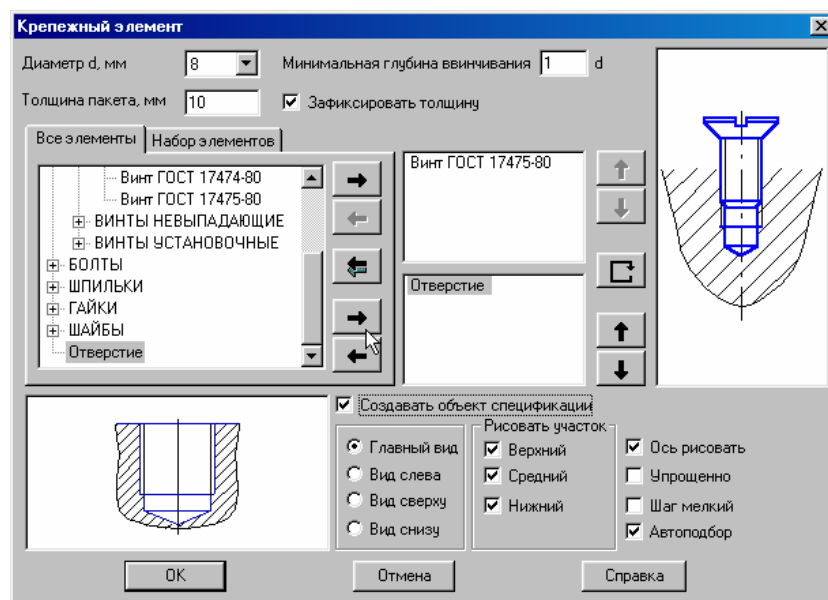

Рис. 13
4. Выполните винтовое соединение. Для этого откройте в *Конструкторской библиотеке Крепежный элемент*. Откройте **Все элементы, Винты, Винты нормальные, стандарт согласно варианту**, рис. 13. Установите диаметр, толщину пакета (толщина верхней пластины), минимальную глубину ввинчивания (глубина ввинчиваемой части винта – зависит от материала детали). Подключите отверстие, переместив его в нижнее окно, рис.